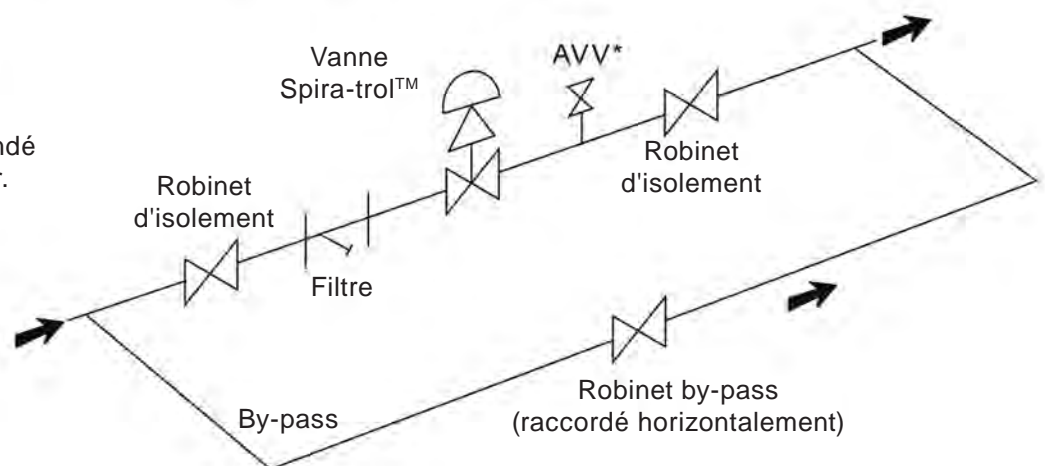

Fig. 3
- 3.6** Déterminer la bonne installation et le sens d'écoulement du fluide. La vanne doit être de préférence installée sur une tuyauterie horizontale avec le servomoteur placé au-dessus de la ligne (voir Fig. 3). Lorsque vous montez un servomoteur sur le corps de la vanne, cela doit être effectué conformément à la notice d'installation et d'entretien.